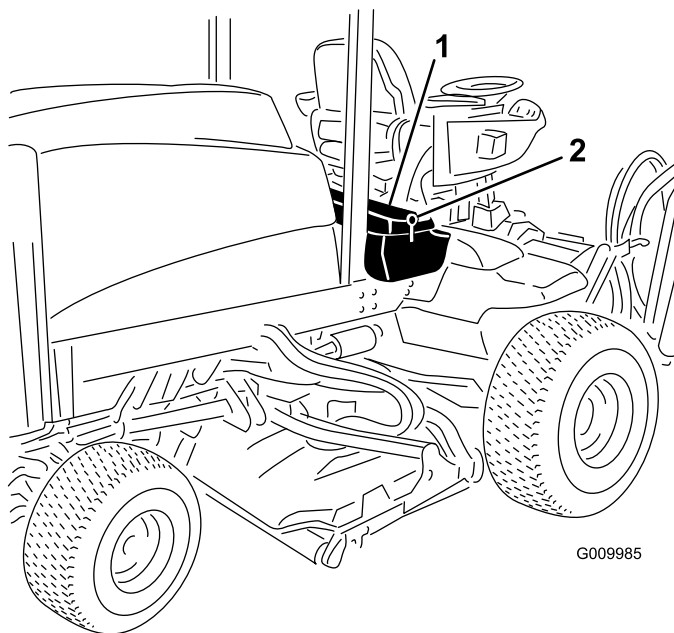
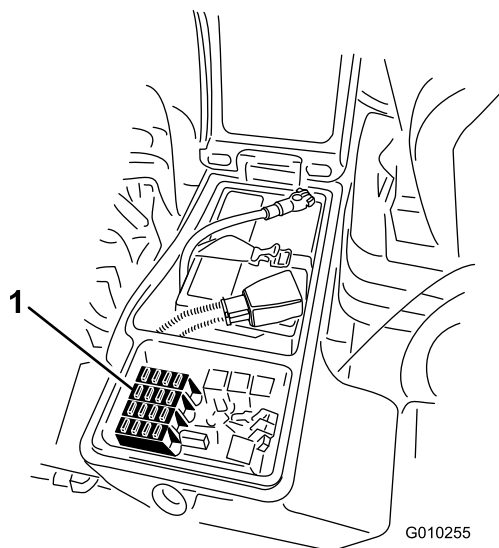

図 55
図 56
1. 右側の物入れのカバーのラッチを外してベルトカバーを外し 図 55、ヒューズブロックを露出させる 図 56。
2. 必要に応じてヒューズを交換する 図 56。
3. 右側の物入れのカバーを閉じてラッチで固定する図 55。